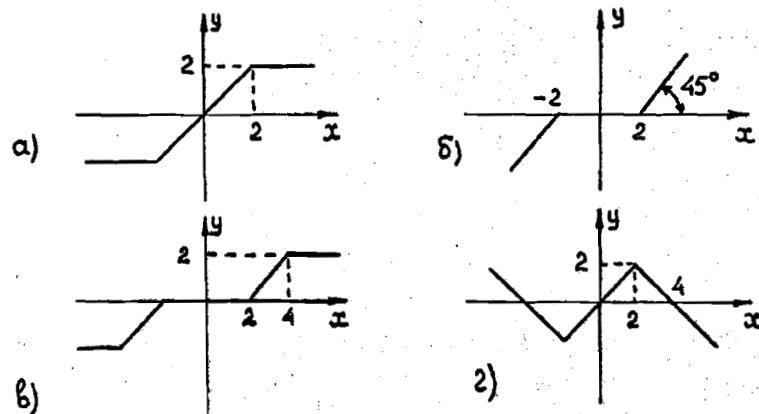

Рис.33
15.* Рассчитайте амплитуды гармонических составляющих a_n и фазовые сдвиги φ_n первых пяти гармоник ($n = 1, 2, \dots, 5$) в зависимости от амплитуды входной синусоиды для нелинейностей, изображенных на рис.33.
16. Исследуйте экспериментально спектр сигналов на выходе нелинейностей, изображенных на рис.33; результаты измерения амплитуд гармоник A_n и их фазовых сдвигов Ψ_n ($n = 1, 2, \dots, 5$) изобразите графически в зависимости от амплитуды синусоиды на входе нелинейности.